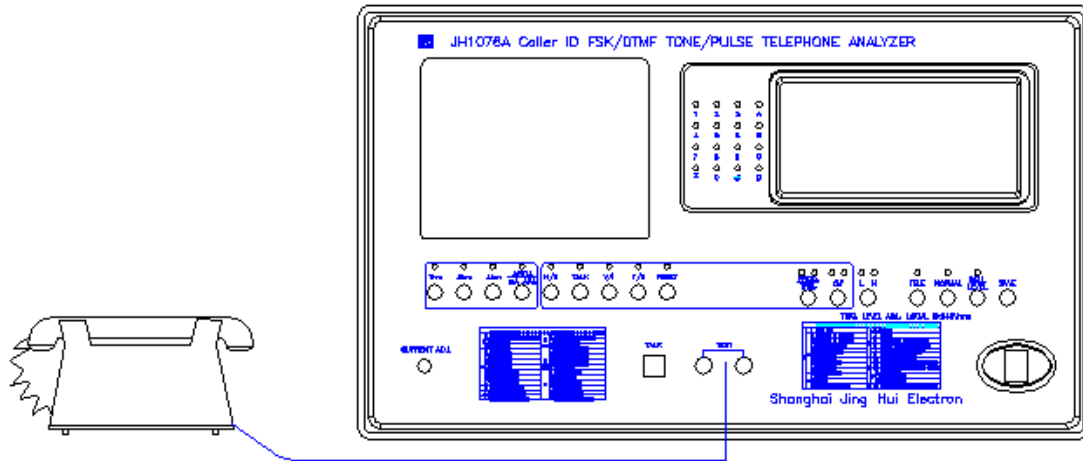

图 6-1
- (1) 将被测话机连接到分析仪 TEST 端口，如图 6-1。
- (2) 摘机，按 PROG./TRIG. 键，显示“Ent \_”，然后 PROG. 灯亮。
- (3) 拨号“0”选择项目自定义功能，显示“LSEt \_”。
- (4) 下列拨号建立 QC 值，例如：拨号“012”设置“只测音频方式”，显示为“tone 0Ly”；拨号“026”设置新的“振铃打开时间”，具体设置说明参照第八章《附表》（第 20 页）。
- (5) **按 SAVE 键保存设置的 QC 值**，如果参数不经常变动，则保存是必须的。
- (2) 摘机，按 PROG./TRIG. 键，显示“Ent-”，然后 PROG. 灯亮。
- (3) 拨号“9”选择显示功能，显示“LdSP \_”。
- (4) 下列拨号显示 QC 值，例如：拨号“926”显示预先设置“振铃打开时间”值，拨号“972”显示预先设置“电平差上下限”值，具体显示说明参照第八章《附表》（第 20 页）。
- (2) 摘机，按 PROG./TRIG. 键，然后拨号“02”，进入“振铃”功能设置状态，显示“0P 18 bEL”，表示有 8 种选择，（JH1076 显示为“0P17 bEL”）。
- (3) 接着拨号“1”，显示“nrF1 \_ \_”，输入“25”，即将第一组振铃频率设为 25Hz。
(1) 将被测话机连接到分析仪 TEST 端口, 如图 6-1。
(2) 摘机, 按 PROG./TRIG. 键, 然后拨号“07”, 进入“双音多频拨号”功能设置状态, 显示“OP 18 ton”, 表示有 8 种选择。
(3) 接着拨号“1”, 设置频率允许偏差, 显示“nFt \_ . \_ \_”, 输入“150”, 即将频率允许误差设为 1.50%。
(4) 拨号“072”, 设置电平差上下限, 显示“nHtS \_ \_ \_”, 输入“030”, 接着显示变为“nLtS \_ \_ \_”, 输入“010”, 即将电平上下限设为“3dB~1dB”。
(5) 拨号“073”, 设置低频组电平下限, 显示“nLL \_ \_ . \_”, 输入“120”, 即将低频组电平下限设为“-12dBm”。
(2) 摘机, 按 PROG./TRIG. 键, 然后拨号“08”, 进入“脉冲拨号”功能设置状态, 显示“OP 16 PS”, 表示有 6 种选择。
(3) 接着拨号“1”, 显示“nPL \_ \_ . \_”, 输入“090”, 即将脉冲拨号速率 PPS 下限设为 9。
将被测话机连接到分析仪TEST端口,如图6-1。
(1) 将被测话机连接到分析仪TEST端口,如图6-1。
(2) 根据测试需要设好话机为音频或脉冲拨号方式,摘机。
(3) 拨号(按第6页6.2.3预先设置的位数与顺序),数码管显示测试结果,如果测试结果在设置QC值(第6页6.2.4或6.2.5)范围内,则PASS灯亮,并且发出短暂的声音(音频拨号和脉冲拨号提示声音不同),否则不合格灯亮指示不符合标准项目。
(4) 统计完成以后,如果统计测试合格,将发出一长段声音(音频拨号和脉冲拨号提示声音不同)。
(1) 将被测话机连接到分析仪TEST端口,如图6-1,摘机。
(2) 按动面板上T/R键至弹出状态。(发送T状态)
(3) 对着手柄送话器处发声,表头指针指到适当的刻度指示声音的强度。
(2) 按动面板上T/R键至压入状态。(接收R状态)
(3) 拨号之前, 有 400Hz 的拨号音送到接收器, 拨号全部合格之后, 自动切换到忙音, 操作员仔细听可以判断接收器的质量。